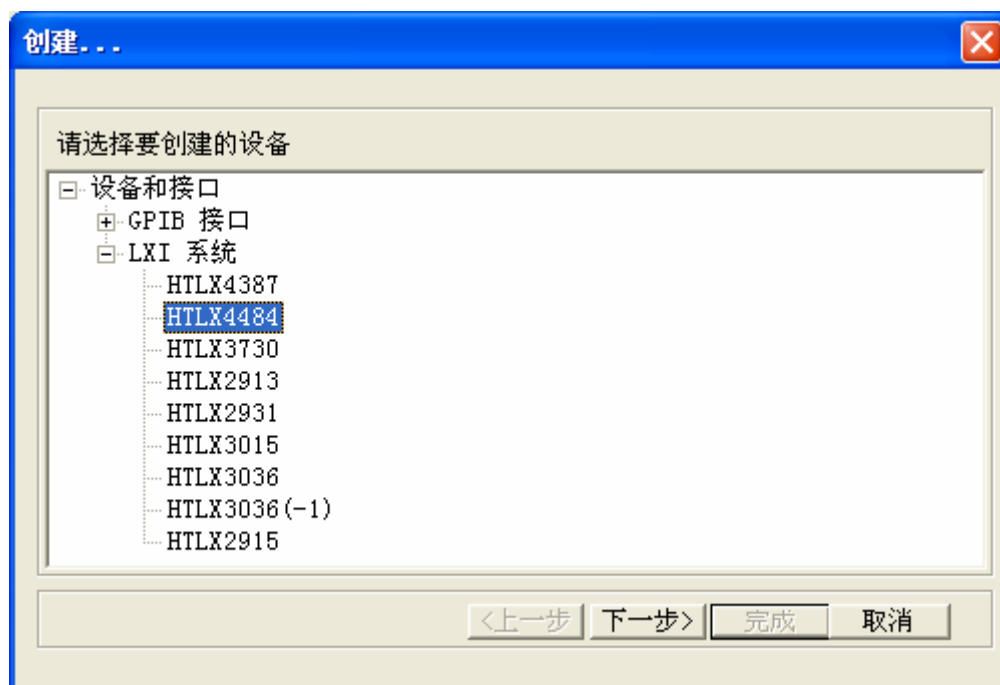
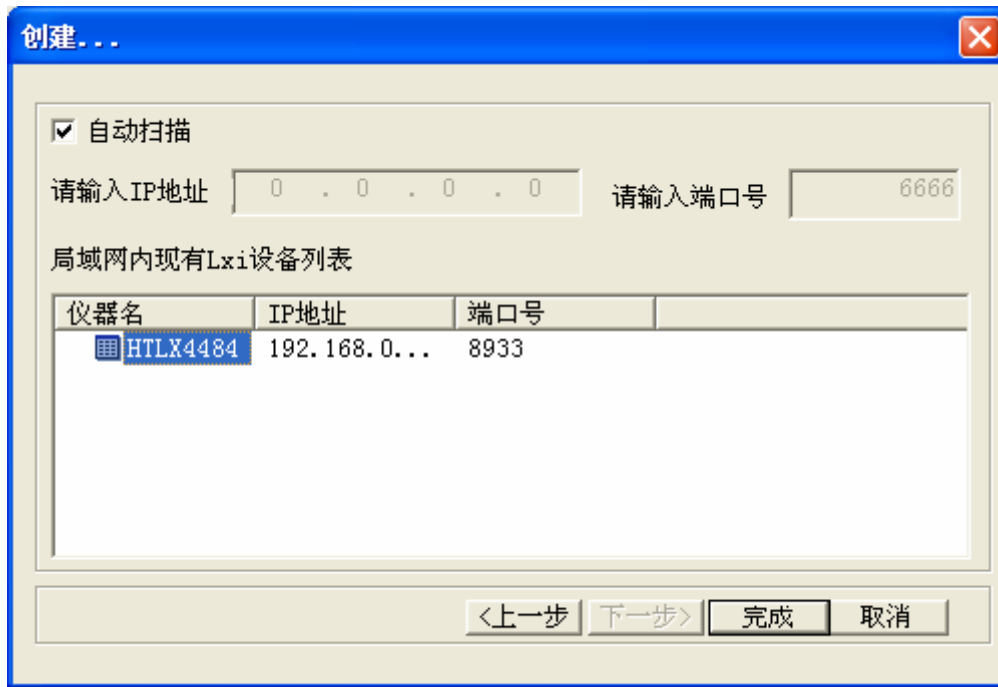

图 10
图 11
(3)依次点击，设备和接口→LXI系统→HTLX4484→下一步，如图10。出现图11 对话框。